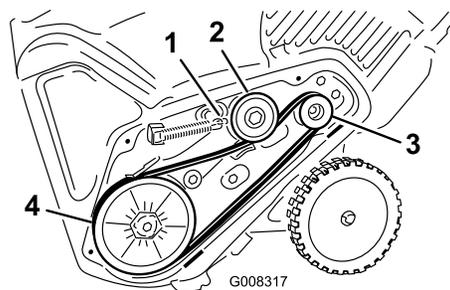

Рисунок 29
5. Наденьте новый ремень привода, проложив его так, как показано на рисунке Рисунок 29.
8. Соедините пружину тормоза с рычагом натяжного ролика (Рисунок 29).